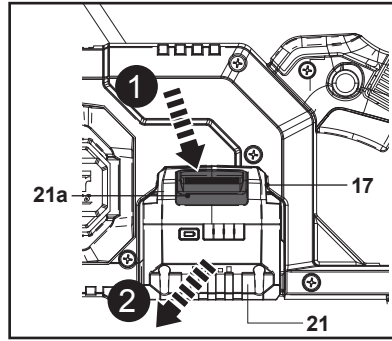

Fig. 14
2. Appuyer sur le bouton de déverrouillage (21a), puis retirer la batterie (21) du port de connexion de la batterie (17) (Fig. 14, étapes 1, 2).